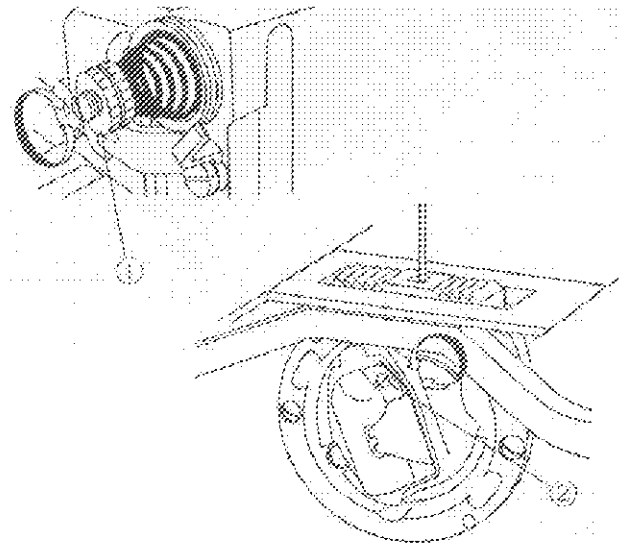

Рис. 9
12. Регулировка натяжения нити (Рис. 9)